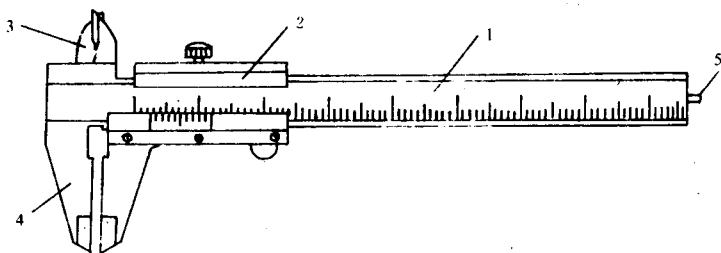

图1-5
1. 卡尺的构造 卡尺的构造如图1-5所示。用它的外卡脚可以测量厚度、圆柱外径。用它的内卡脚可以测量圆筒的内径。用它的镶条可以测量槽的深度。